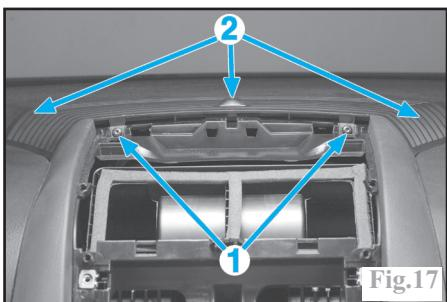

Fig.17
Déposer les fixations (1) et la grille centrale et de coté de dégivrage du pare-brise (2) (Fig.17).